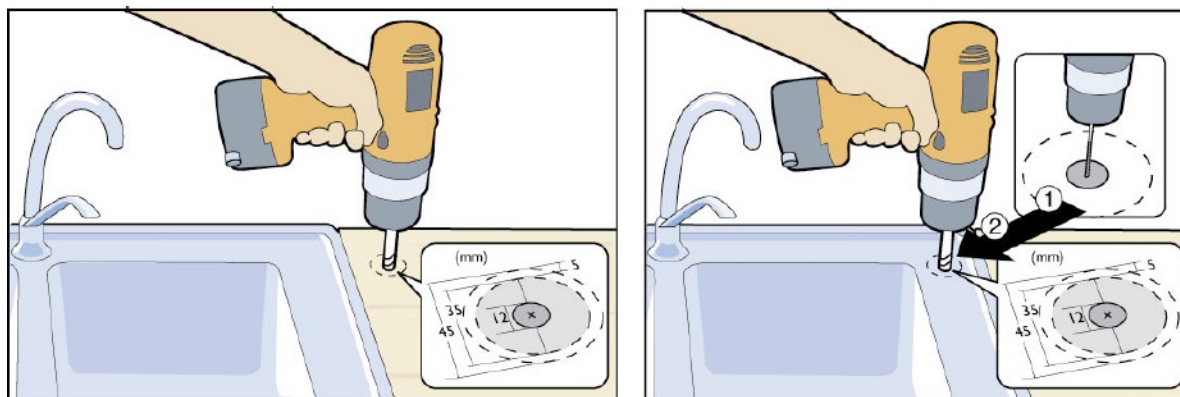

Fig. 16 Borra ett hål i diskbänken för montering av dricksvattenkranen
2. Borra ett hål med 12mm i diameter genom diskbänken på det valda stället. Se fig. 16 för mer detaljerad ritning av vad man bör tänka på när man borrar hålet. Du bör lämna ett utrymme om minst 45mm i diameter mellan hålet och väggar samt diskhons kant. Använd endast skarpa kvalitetsborrar för jobbet. Borra först ett mindre hål och borra upp det sedan med ett 12mm borr då blir jobbet betydligt lättare. OBS! när du borrar i rostfritt stål kan det ta lite längre tid att ta upp hålet än man först tror eftersom rostfritt stål som används för tillverkning av diskbänkar är mycket hårt. RÖR EJ borsten eller den rostfria bänken runt om det tilltänkta hålet. Under borringen kan både borsten och diskbänksstålet blir mycket varmt!